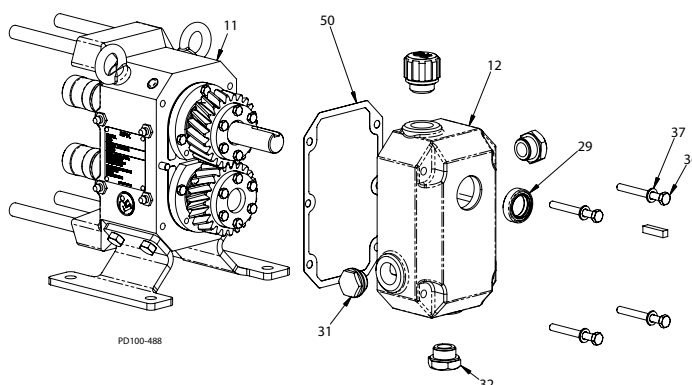

Figure 36 - Retirez le couvercle de la boîte d'engrenages
3. Retirez les vis d'assemblage (Figure 36, objet 36) et les rondelles (objet 37), puis retirez le couvercle (objet 12).
6. Retirez le joint (Figure 36, objet 50) et rebutez-le. Grattez méticuleusement tout résidu de joint sur les surfaces d'ajustement du couvercle d'engrenage (objet 12) ou de la boîte d'engrenages (objet 11).